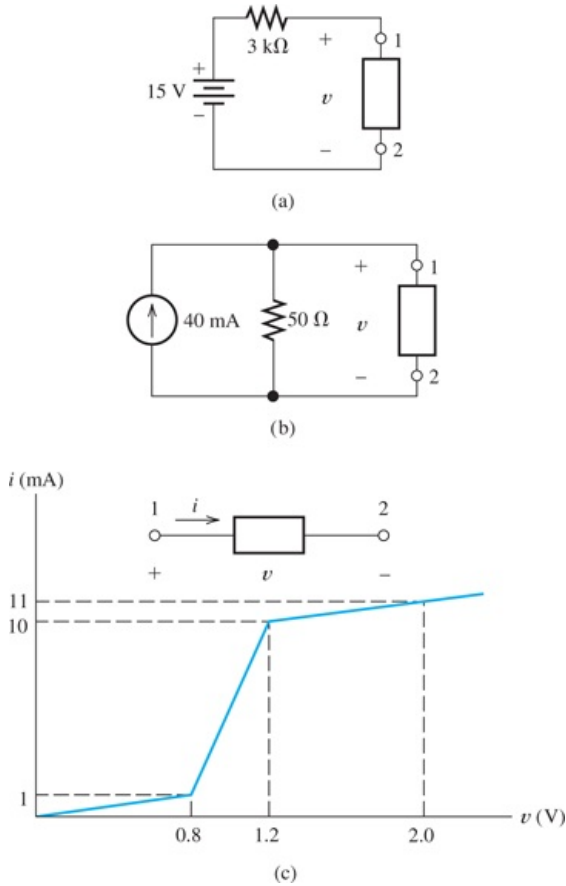

Figure P9.46
***P9.46.** Supposons que nous ayons approximé une caractéristique volt-ampère non linéaire par les segments de droite représentés dans Figure P9.46\(c\) . Trouvez le circuit équivalent pour chaque segment. Utilisez les circuits équivalents à trouver dans les circuits représentés dans Figure P9.46\(a\)  et (b) .